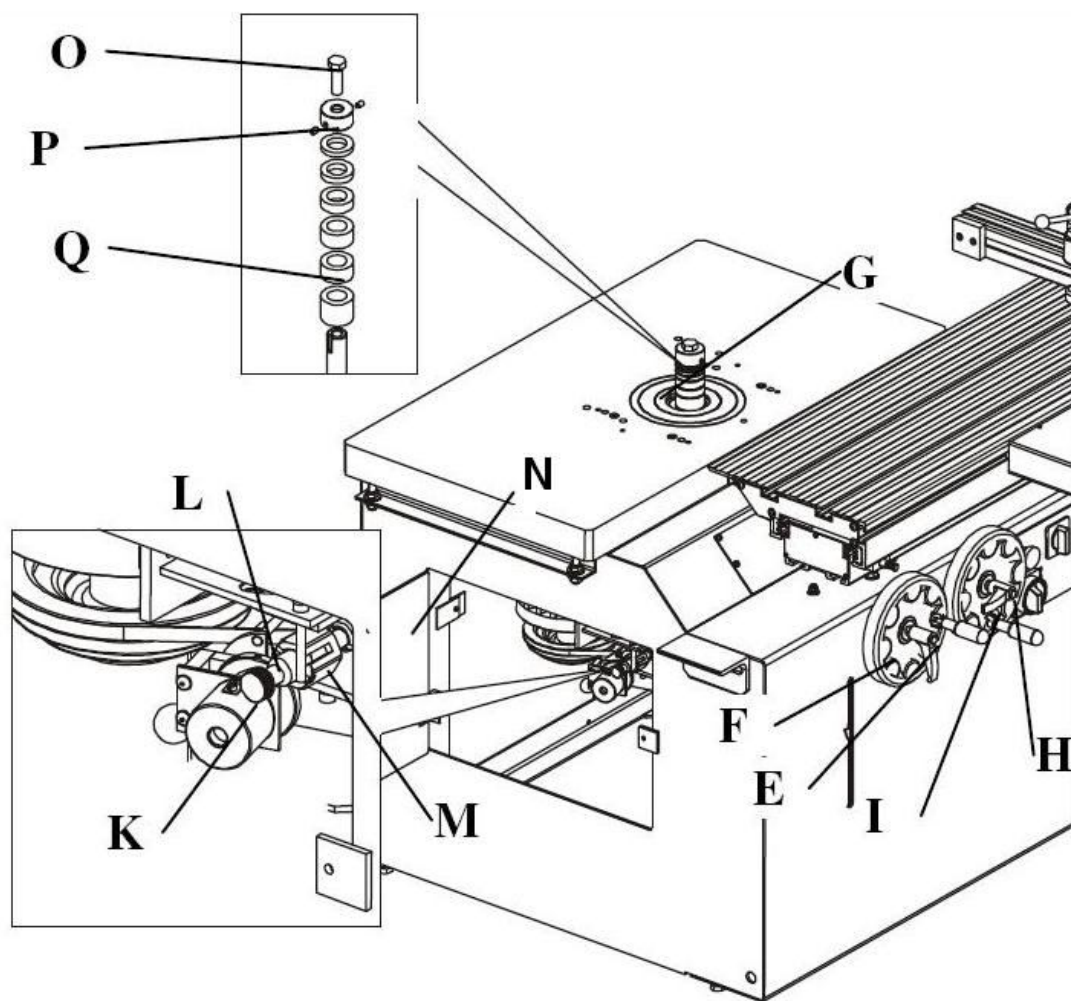
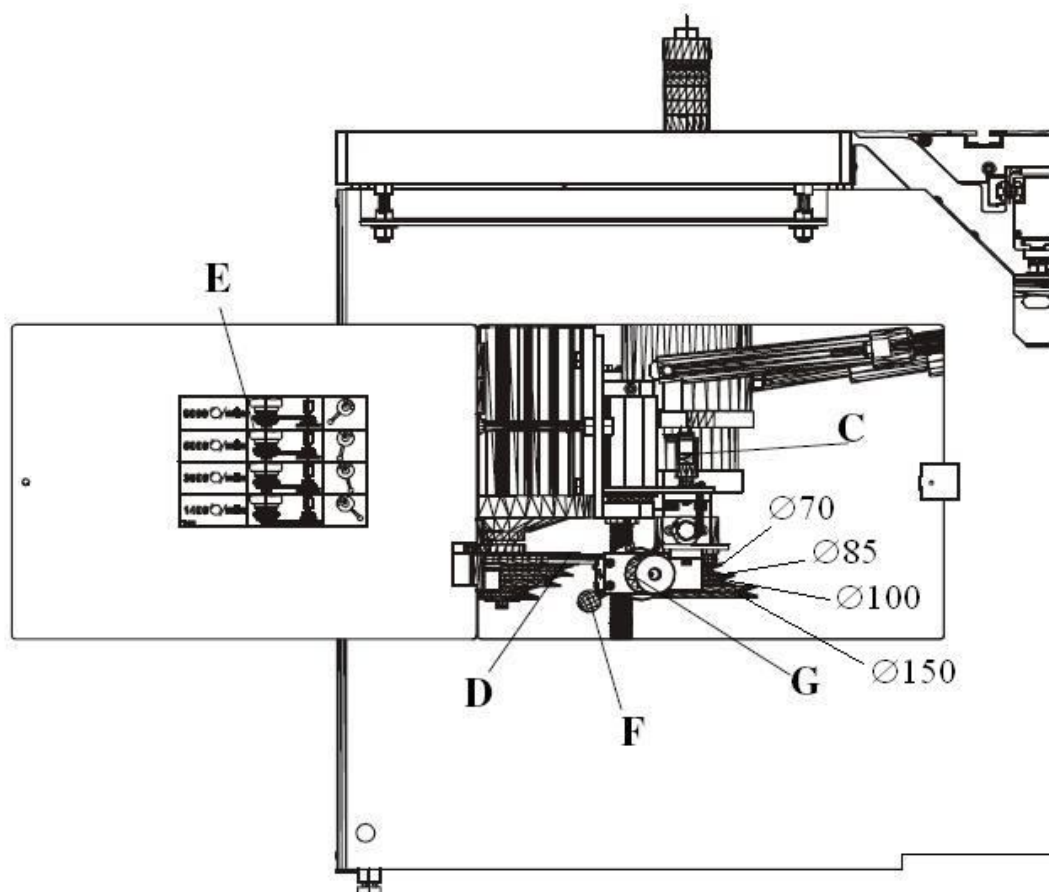

Рис. 5. Монтаж и настройка инструмента
Рис. 6. Механизм настройки шпинделя на требуемую частоту вращения
Далее следует расслабить затягивающую рукоятку Е (рис. 5) и с помощью маховика F установить позицию фрезерного шпинделя G под углом 90^0 к рабочему столу.
Далее открыть дверцу N (рис. 5). Фрезерный шпиндель устанавливается в самое верхнее положение. Ручка затягивания С (рис. 6) расслабляется для того, чтобы высвободить ремень D.
Клиновой ремень переставляется на нужную ступень шкивов согласно указаниям таблицы, расположенной на внутренней стороне дверцы N (см. рис. 5). При этом ручку F необходимо установить в положение, которое соответствовало бы избранной частоте вращения, указанной на ролике G (рис. 6).
2. С учетом указанных на рис. 6 значений диаметров ступенчатого шкива, установленного на консоли шпинделя, вычислить соответствующие диаметры шкива, установленного на валу двигателя с частотой вращения $n = 3000 \text{ мин}^{-1}$. В результате расчетов обороты шпинделя должны соответствовать технической характеристике станка.